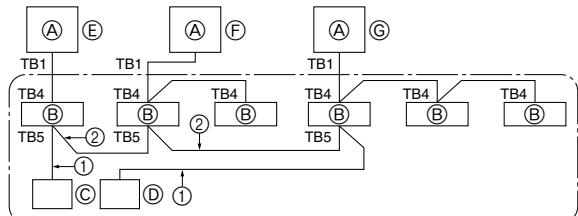

Fig. 8-1
8. Έλεγχος συστήματος (Fig. 8-1)